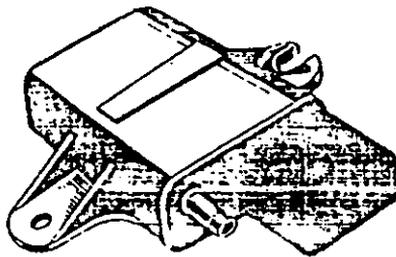

FIG. 4.3 SENSOR DE TEMPERATURA DEL AIRE DEL MÚLTIPLE.
**Sensor de Temperatura del Aire del Múltiple (MAT) Manifold Air Temperature (Fig. 4.3).**